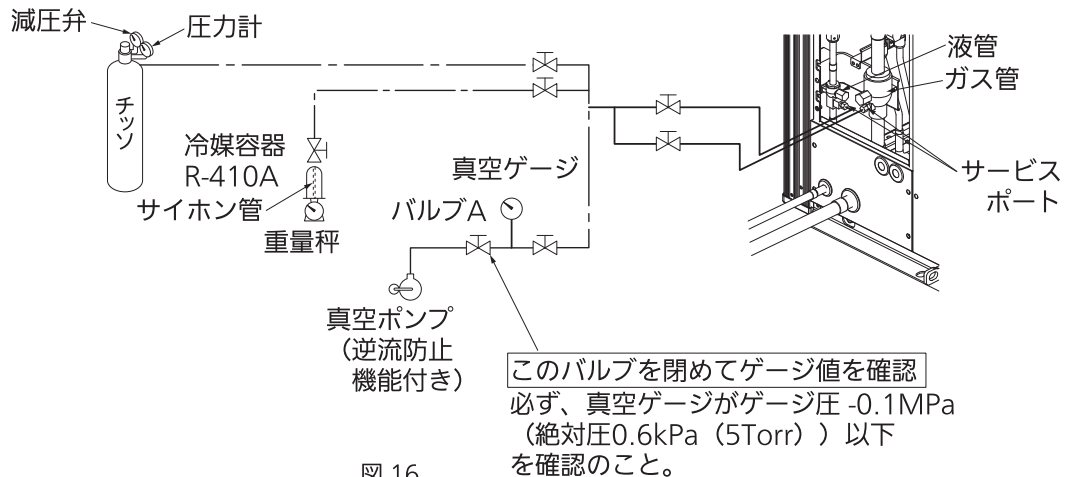

図 16
- ガス管、液管のサービスポートに窒素ガス、真空ポンプ等を図 16(12 ページ)の通りに接続してください。このとき、ガス管、液管の閉鎖弁は“閉”のままです。
- ① 室外ユニットのガス管、液管の閉鎖弁が全閉であることを確認してください。
- ② ガス管、液管のサービスポートに真空ポンプ、真空ゲージを図 16 のとおりに接続してください。
- ③ 室内ユニットおよび配管内の真空引きおよび真空乾燥を行ってください。
- ④ 真空ゲージがゲージ圧 -0.1MPa （絶対圧 0.6kPa （ 5Torr ））以下まで真空引きを行ってください。
- ⑤ -0.1MPa 以下になってから 1 時間以上真空ポンプを連続運転し、真空引き（真空乾燥）を行ってください。
- ⑥ バルブ A を全閉し、真空ポンプに接続されているホースをゆるめ、真空ポンプを停止してください。
- ⑦ 1 時間放置後、⑥終了直後よりも真空ゲージの圧力が上昇していないことを確認し、真空乾燥を終了してください。